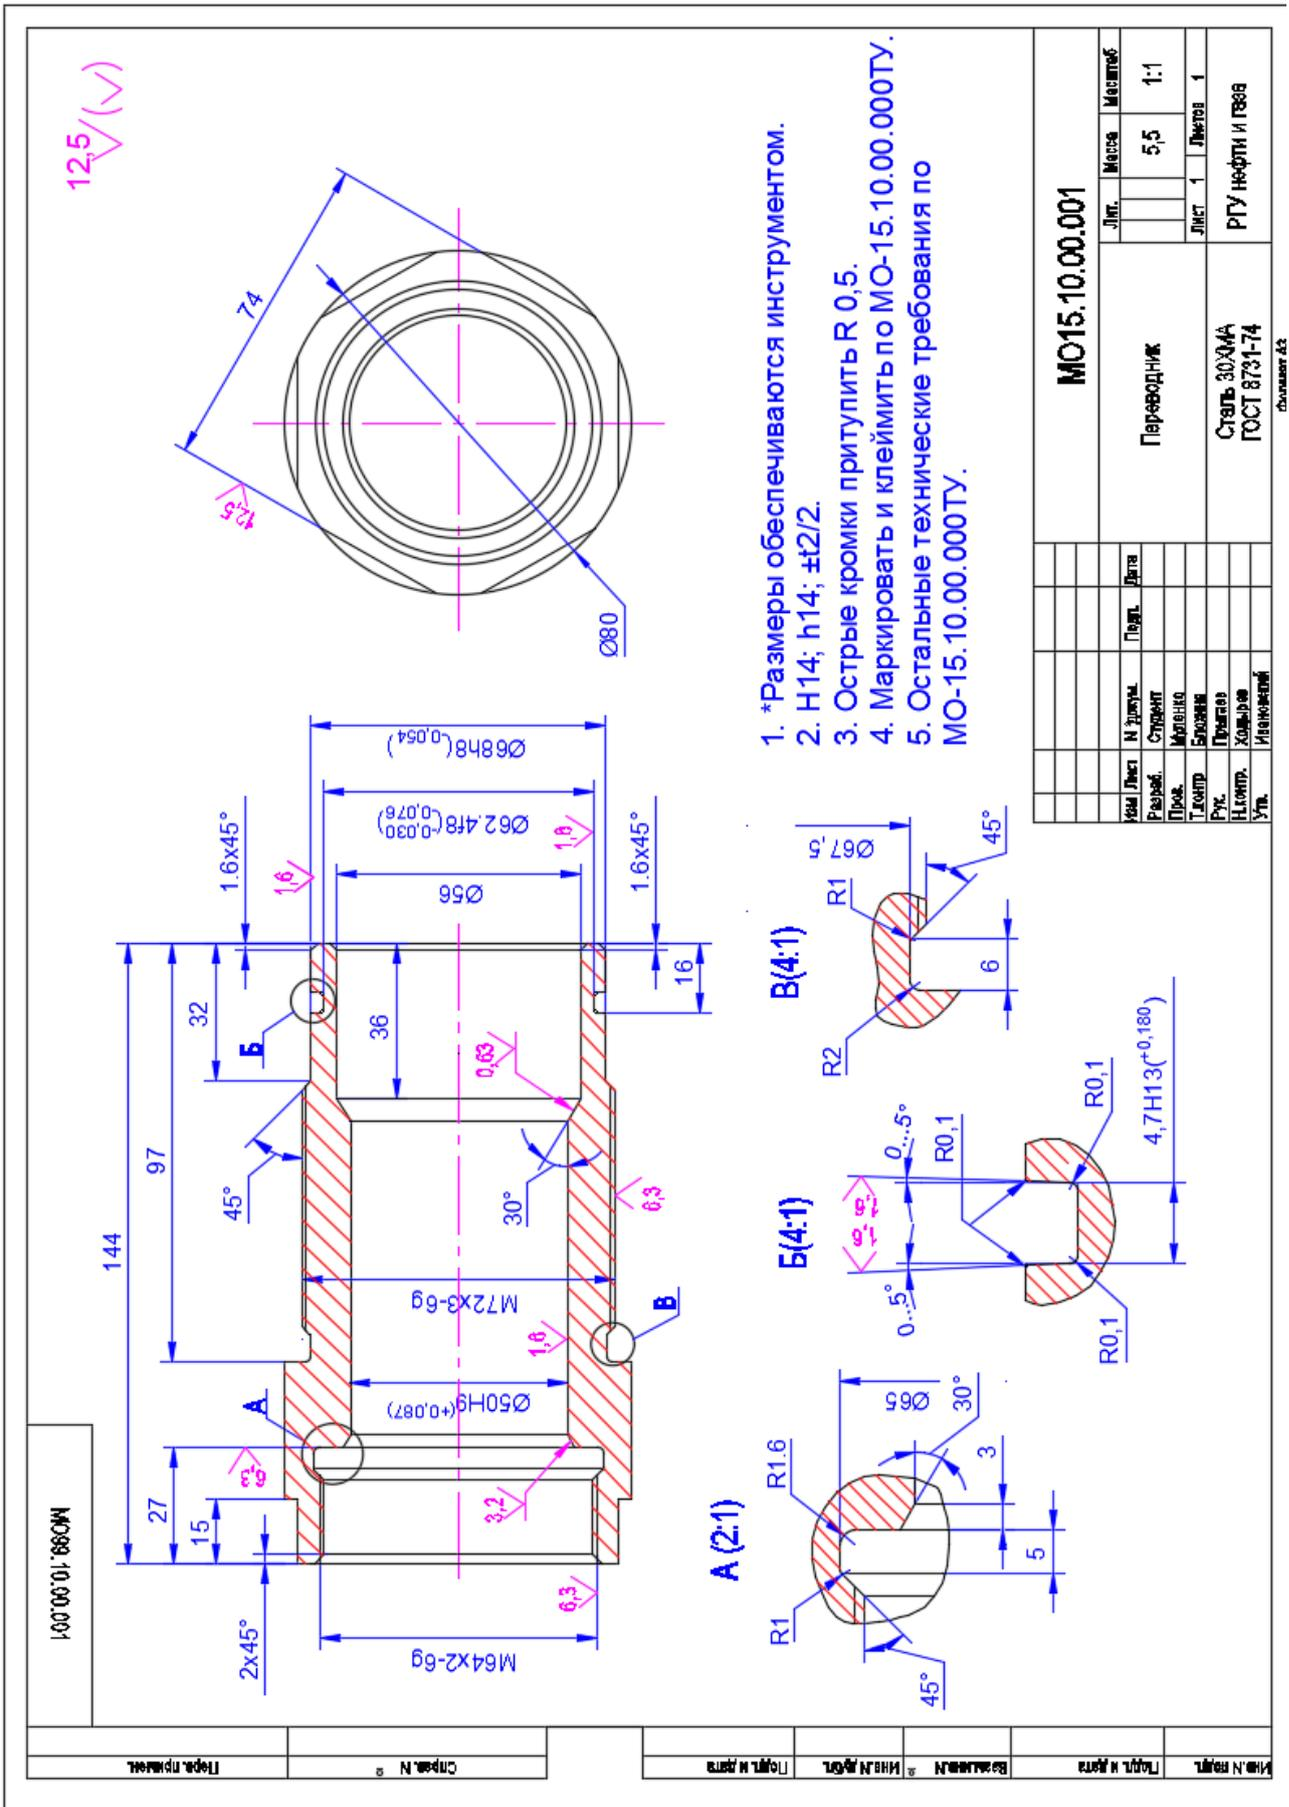

Рис.11
13. Расставьте на чертеже символы шероховатости в соответствии с рис.11. Для этого воспользуйтесь ранее созданными блоками RA1, RA2, RA3.
14. Вставьте в свой чертеж блок надписи с техническими требованиями. разместите надпись над штампом. Расчлените этот блок на исходные составляющие с помощью команды "Расчленить" (кнопка  на панели редактирования) и отредактируйте надпись в соответствии с рис. 11.